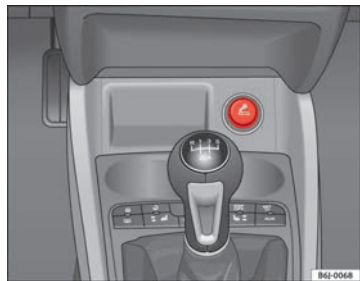

Fig. 85 Encendedor
- Presione el encendedor ⇒ fig. 85 para activarlo ⇒ ⚠.